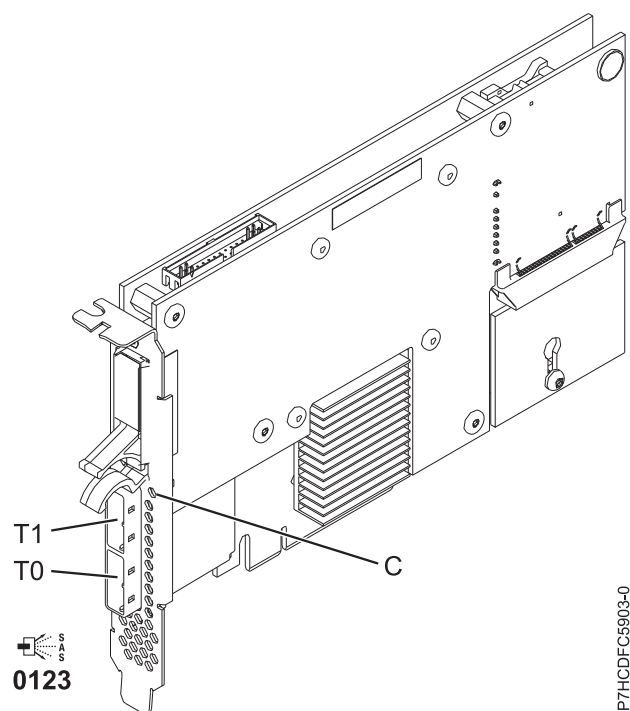

図 55. PCIe デュアル x4 3 Gb SAS RAID アダプター
5903 または 5805 には、キャッシュ・データが存在する場合に明滅する LED (199 ページの図 55 の (C)) が装備されています。キャッシュ・データ表示 LED は、アダプター上のキャッシュにデータが存在する可能性がある場合に明滅します。キャッシュ・データ表示 LED が明滅している場合は、キャッシュ・バッテリー・パックを取り替えないでください。この LED の明滅中に取り替えると、キャッシュ・データが失われます。このアダプターのキャッシュ・データ表示 LED の場所は、199 ページの図 55 で確認してください。